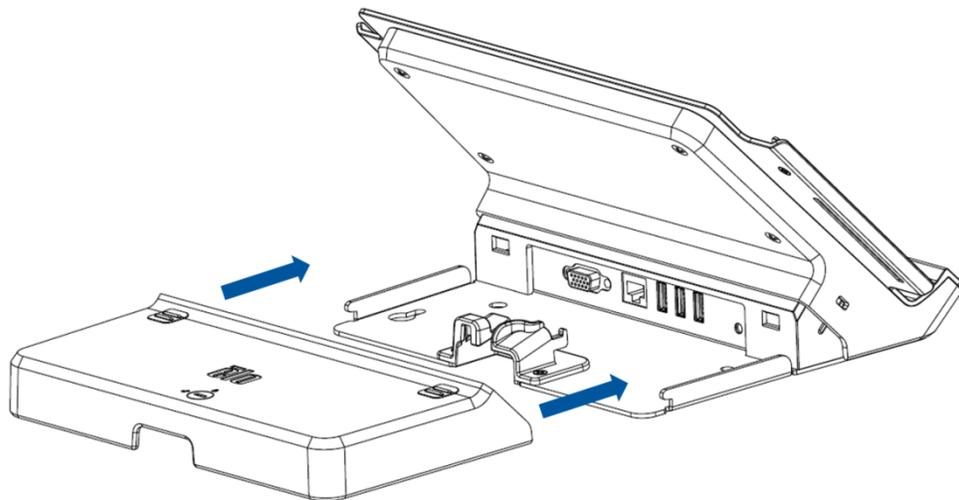

Abbildung 11: Schieben Sie die Abdeckung wieder auf die Dockingstation.
5. Schieben Sie die Kabelabdeckung wieder auf die Dockingstation (siehe Abbildung 11 unten), bis die Abdeckung mit einem Klick einrastet. Die Kabelabdeckung besitzt eine Öffnung, durch die Sie die Kabel hindurch führen können.